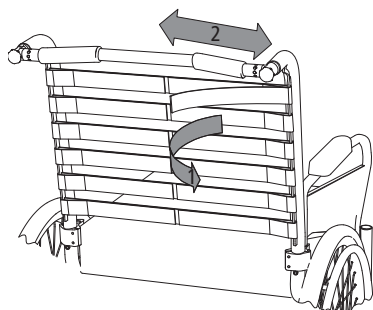

fig. 23
1. Til indstilling af ryglænet fjern rygdugen, og løsn velcrobåndet på spændebåndene (1, fig. 23).
2. Efterfølgende kan du fæstne spændebåndene i den ønskede stilling på velcrobåndet (2, fig. 23). Begynd med det nederste spændebånd. Til sidst klappes rygdugen over ryggen.